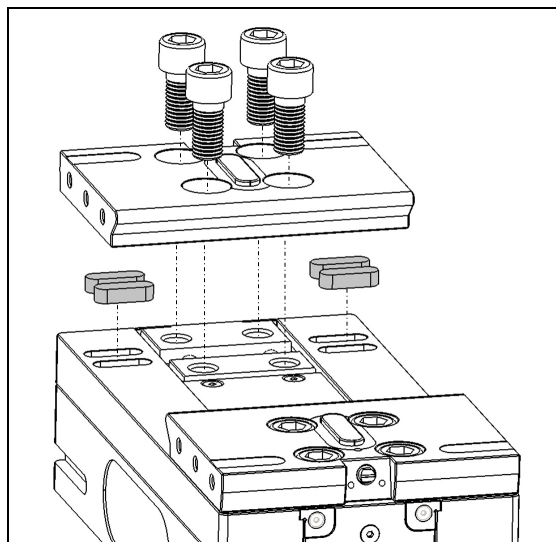

Abb. 35 Montage der Grundbacke inkl. Passfedern
- Vier Passfedern in die dafür vorgesehenen Passfedernuten platzieren und die Grundbacke wieder montieren (s. Abb. 35). Die Anzugsdrehmomente der Grundbackenschrauben sind im Kapitel „Technische Daten“ zu finden.